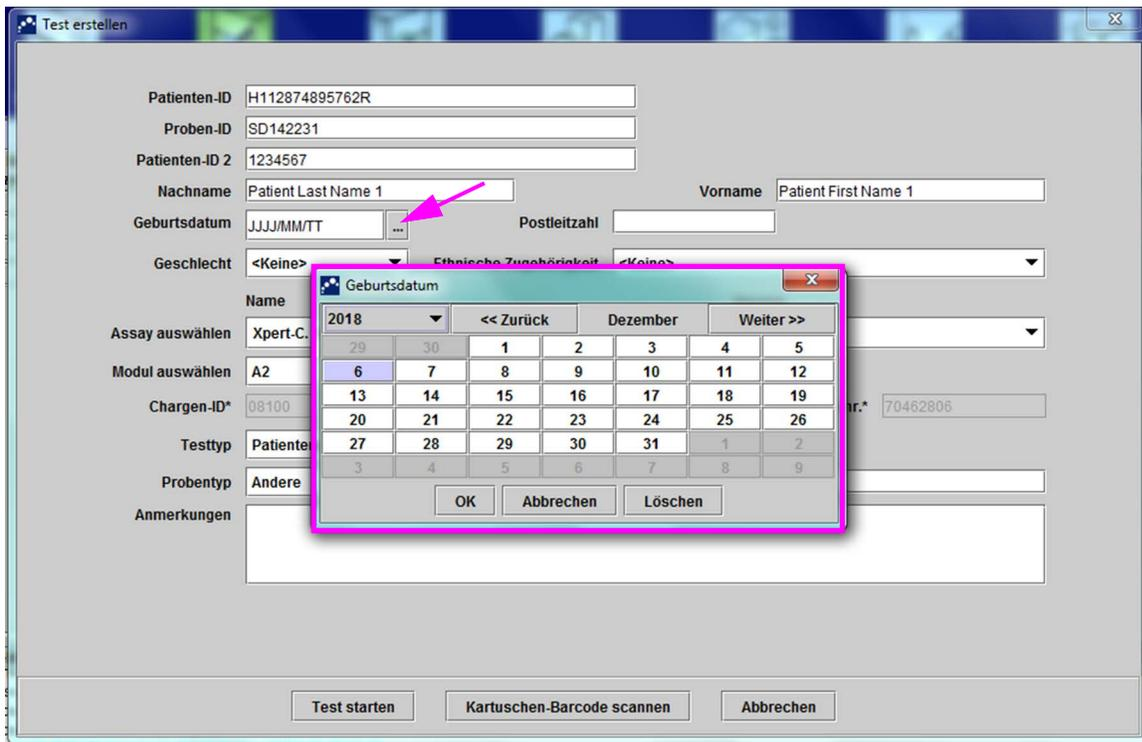

Abbildung 5-24. Dialogfeld „Create Test“ (Test erstellen) mit dem Feld „Date of Birth“ (Geburtsdatum) und dem Kalender
- A. **A. Date of Birth (Geburtsdatum)** - Klicken Sie auf den Abwärtspfeil im Feld **Date of Birth (Geburtsdatum)**. Daraufhin wird der Kalender angezeigt. Blättern Sie mit den Schaltflächen **<<Previous (Zurück)** und **>>Next (Weiter)** durch den Kalender, bis das gewünschte Jahr und der gewünschte Monat angezeigt werden. Wählen Sie das Geburtsdatum des Patienten aus und klicken Sie auf **OK** (siehe Abbildung 5-24).